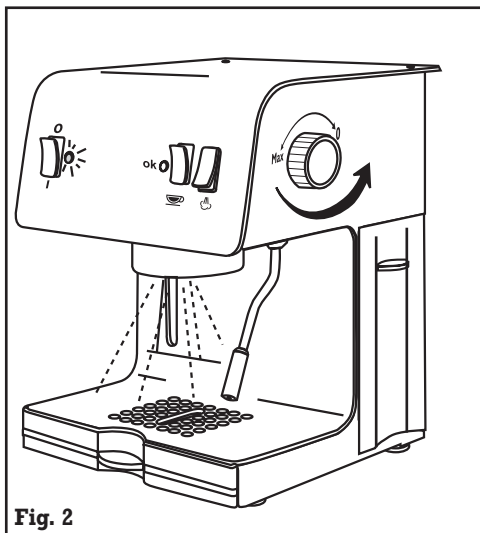

Fig. 2
- Pulsar el interruptor marcha-paro (F). El piloto de marcha (G) y el piloto temperatura "OK" (I) se encenderán.
- Accionar el interruptor para café (H) y cuando comience a salir agua por el alojamiento del portafiltro (L) desconectarlo.
- Colocar un recipiente bajo el alojamiento portafiltro (L), pulsar nuevamente el interruptor para café y dejar caer el agua durante unos 20 segundos.
- Colocar un recipiente bajo la boquilla de vapor (E), y cuando el piloto temperatura "OK" esté apagado, abra la salida de vapor girando el mando de vapor media vuelta y accione el interruptor café, dejando salir agua durante 10-15 segundos (fig. 2).